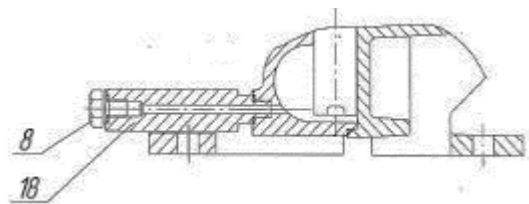

Рис. 9 Отверстие технологическое с пробкой 8.
- Отвинтить пробку 8 (Рис. 9) и слить масло консервационное К-17 ГОСТ 10877-76;
6.2 Насос или агрегат поставляются только в собранном виде и не требуют разборки при монтаже. Порядок расконсервации: залить в насос через воронку с сеткой 2-3 литра бензина и провернуть вручную несколько раз вал насоса. Отвинтить пробку 8 (Рис. 9) и слить бензин. Пробку 8 установить на штатное место. Если в перекачиваемую жидкость попадание масла К-17 допускается, то расконсервацию допускается не проводить.